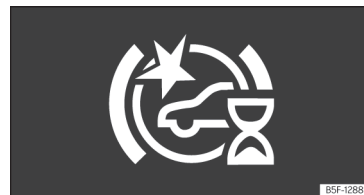

Fig. 157 No ecrã do painel de instrumentos: indicação de autocalibração inicial do sistema.
- Durante vos primeiros instantes de condução após unir a ignição, devido à autocalibração inicial do sistema. Durante esta fase, notificar-se-á com a seguinte indicação no ecrã do painel de instrumentos»» **Fig. 157**.
Ou Front Assist ativa-se quando une-se a ignição. Quando ligar o veículo, o Front Assist pode não estar disponível durante um curto prazo de tempo enquanto o sistema arranca. Durante esse tempo, mostrar-se-á o seguinte ícone no ecrã do painel de instrumentos »» **Fig. 157**.